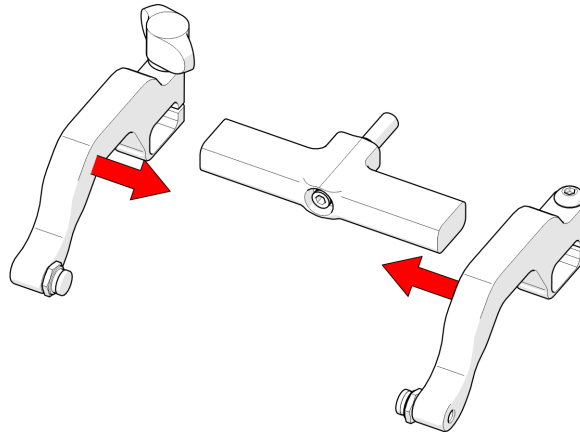

Abbildung 2-115 Wiederaufsetzen der Arme auf den Bügel
6. Setzen Sie die Prüfkopfhalterarme auf den Bügel und ziehen Sie die Armklemmschraube und den Prüfkopfhalter-Einstellknopf fest (siehe Abbildung 2-115 auf Seite 122).